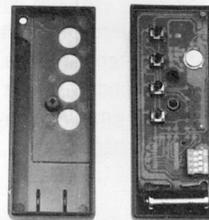

Abb. 20
- 1) Die an der Rückseite der Fernsteuerung befindliche Schraube herausdrehen und die die Fernsteuerung bildenden zwei Schalen trennen (Abb. 20).